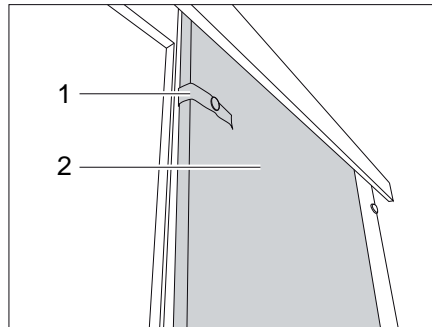

Bild 173 Schiebetür
- Das mit Sicherungsband (Bild 173,1) lösen.
- Schiebetür (Bild 173,2) in Schließstellung ziehen.
- Schiebetür (Bild 173,2) in die Öffnungsposition führen.
- Schiebetür mit dem Sicherungsband (Bild 173,1) befestigen.